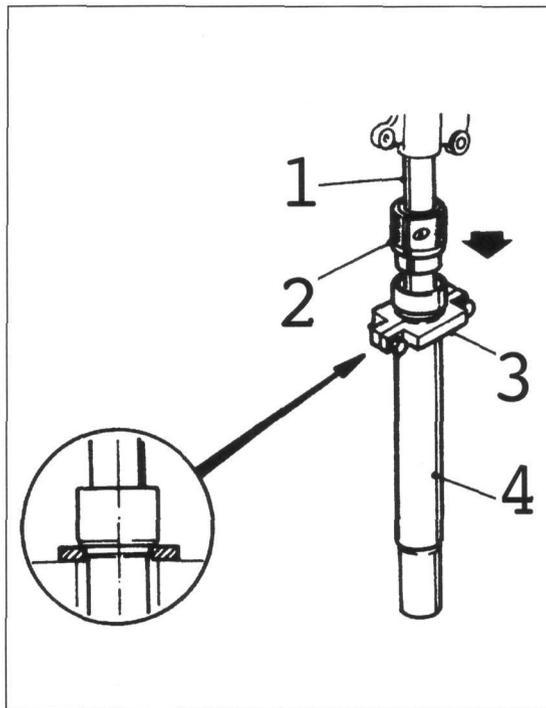

Bild 243
- Standrohr spannungsfrei befestigen (hilfreich dabei DUCATI-Werkzeug 88713.0959 Bild 243) und mit Ducati-Werkzeug 88713.0957 ③ Standrohrbuchse ① mit aufgelegtem Sitzring eintreiben. Es folgt Wellendichtring ④.